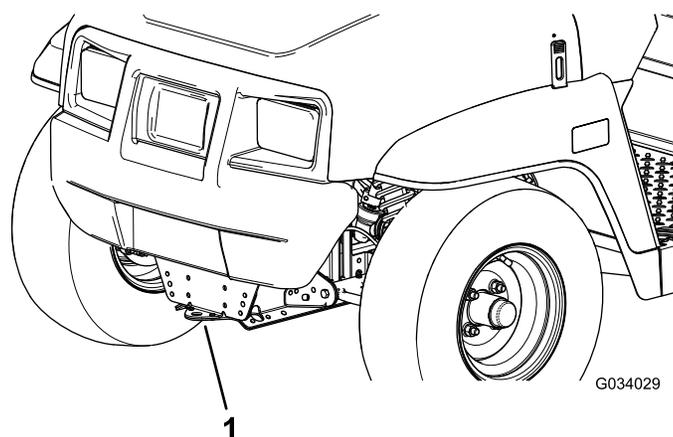
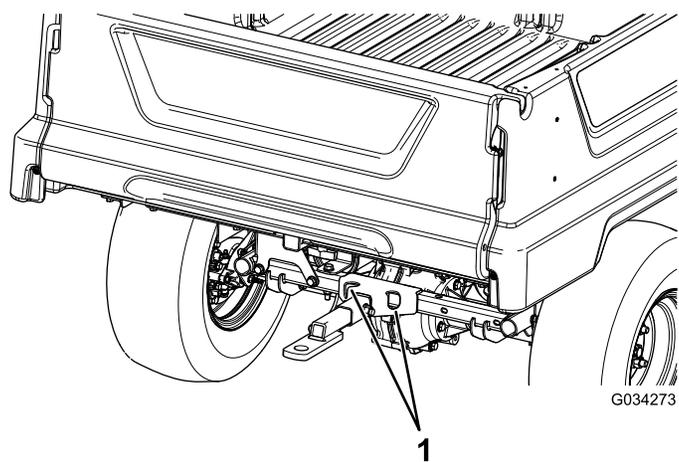

Рисунок 21
Рисунок 22
Для перемещения автомобиля на большие расстояния используйте прицеп с полно размерными наклонными въездами. Убедитесь, что автомобиль надежно закреплен на прицепе. См. местонахождение точек крепления автомобиля на Рисунок 21 и Рисунок 22.
2. Прикрепите буксирный трос к сцепному устройству в передней части рамы автомобиля (Рисунок 21).